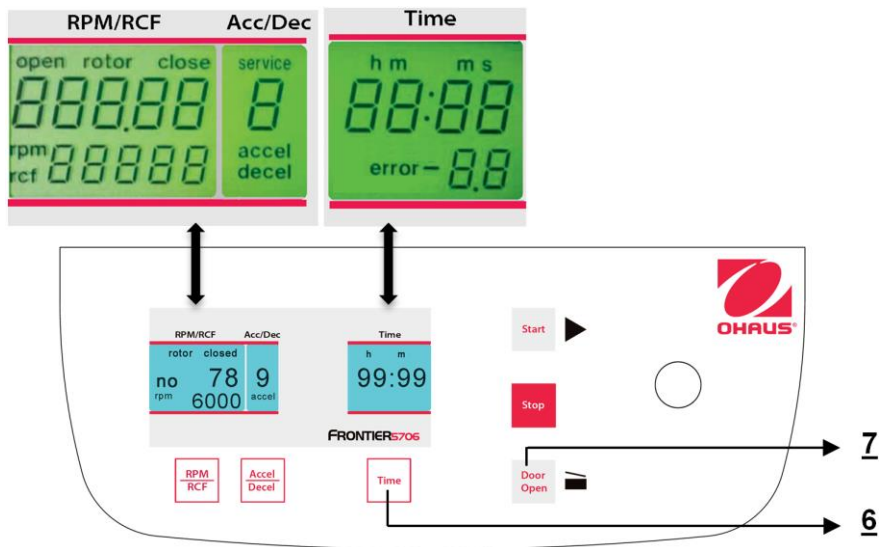

Figure. 26
La centrifugeuse étant hors tension, appuyer simultanément sur les touches "**Time**"(6) et "**Door Open**" (7), et mettre la centrifugeuse sous tension avec le commutateur principal. Relâcher les deux touches ; il en résultera l'exécution d'un test de l'affichage pendant environ 5 secondes. Tous les indicateurs apparaîtront simultanément (voir la figure 26).